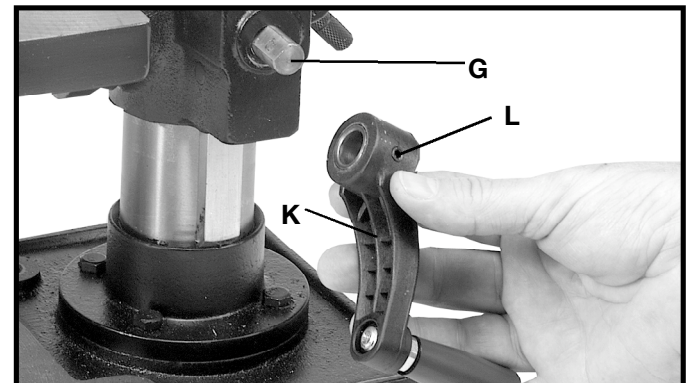

Fig. 10
6. Fixer la poignée (K, fig. 10), qui lève et abaisse la table, à la tige de la vis sans fin (G) et serrer la vis de calage (L) contre la partie plate de la tige.